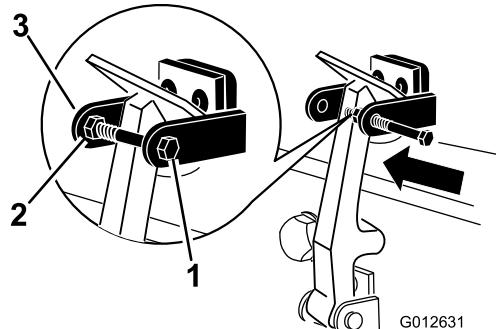

## Bild 5
8. Haken Sie den Riegel in die Halterung des Motorhaubenriegels ein (Bild 5).